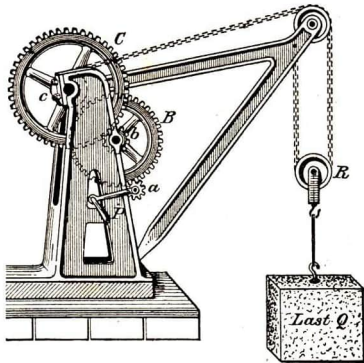

Abb. 91
**3. Die Krane** (Abb. 91) bestehen aus mehreren gezähnten Wellrädern, wovon jedes den Umfang des nächsten mit den Zähnen seiner kleinen Welle antreibt.
In Abb. 91 greifen 3 Wellräder ineinander; das unterste hat den Multiplikator 5, das nächste 4, das oberste 3. (Miß dieses nach!) Also ist der **Gesamtmultiplikator**  $5 \cdot 4 \cdot 3 = 60$ . — Da nun die lose Rolle  $R$  in Abb. 91 die Last  $Q$  halbiert, so braucht der Arbeiter (bei  $P$ ) zum Lasthub nur die Kraft  $P = \frac{1}{120} Q$ . — Dafür ist der Weg länger. [Soll die Last  $Q$  um 1 m steigen, so muß die Hand des Arbeiters bei  $P$  schon einen Riesenweg von 120 m machen.]